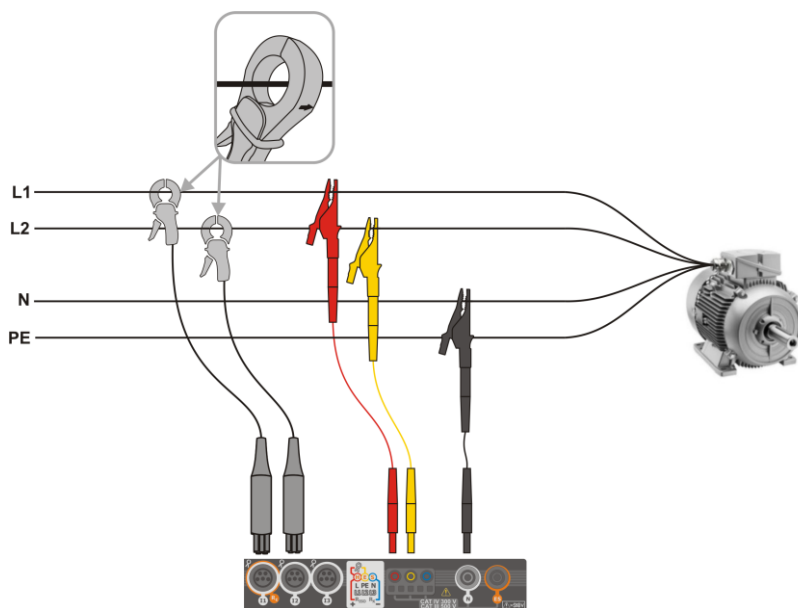

Fig. 6.5 Esquema de conexión – sistema bifásico
- bifásica (con bobinado dividido del transformador llamado en inglés *split phase*) (**Fig. 6.5**),